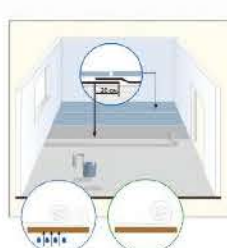

Рисунок 7
8. Если Вы укладываете SPC ламинат на бетонное основание, то Вам обязательно потребуется полиэтиленовая пленка для обеспечения пароизоляции от остаточной влажности Вашей стяжки, а также специализированная жесткая подложка высокой плотности для LVT, WPC, SPC напольных покрытий толщиной от 1 мм до 1,5 мм (не более). (см. рис. 7)